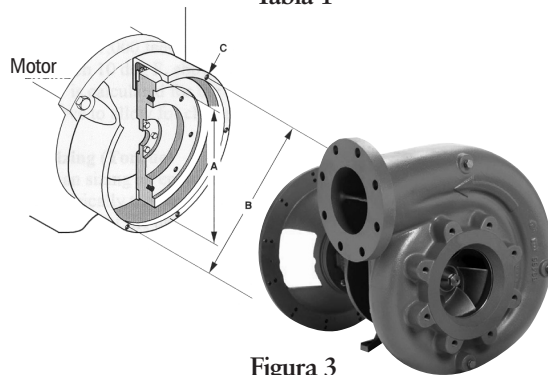

Figura 3
- Dichos volantes poseerán un orificio empotrado mecanizado en la superficie, y un conjunto de agujeros de colada, que serán utilizados para conectar el acoplamiento al volante. Las dimensiones se encuentran determinadas por el estándar SAE y se detallan en las Tabla 1A y 1B, Figura 3. El "tamaño del embrague" que se muestra en la tabla es el diámetro nominal del recubrimiento del embrague para Embragues de sobrecenro con anillo de accionamiento.